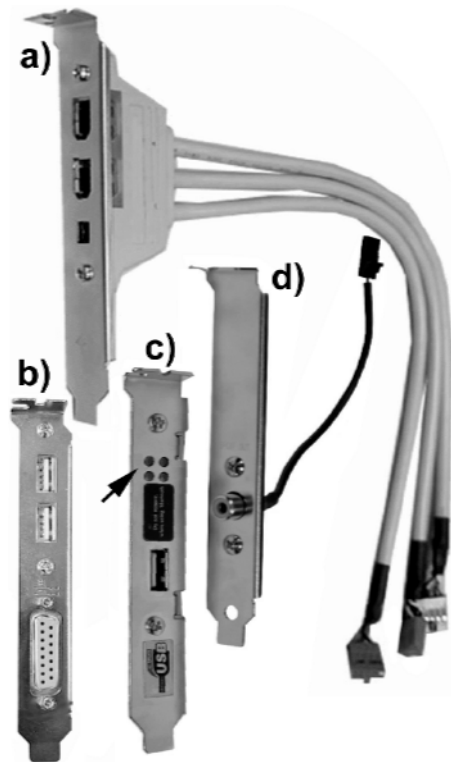

Abbildung 1.49 Slot-Abdeckbleche (Brackets) mit Interface-Anschlüssen
- in Slot-Abdeckblechen (Brackets) auf der Rückseite. Die Anschlüsse werden über Kabel mit dem Motherboard verbunden (Abbildung 1.49).